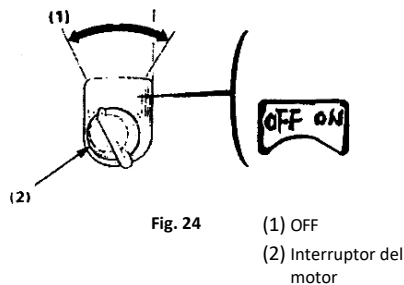

Fig. 24
- 3) Gire el interruptor del motor a la posición «OFF». (Fig. 24)